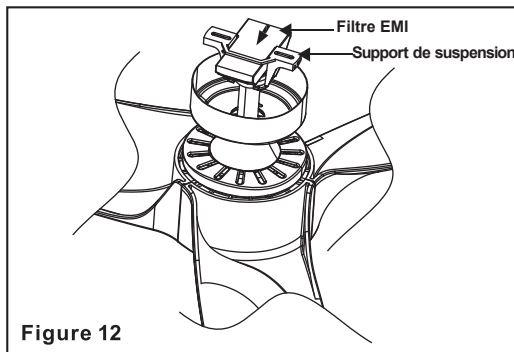

Figure 12
Étape 2. Placez le filtre EMI dans le boîtier de plafond avant d'installer le récepteur dans le support. Insérez le récepteur dans le support de montage avec le côté plat du récepteur face au plafond. (Fig. 12)